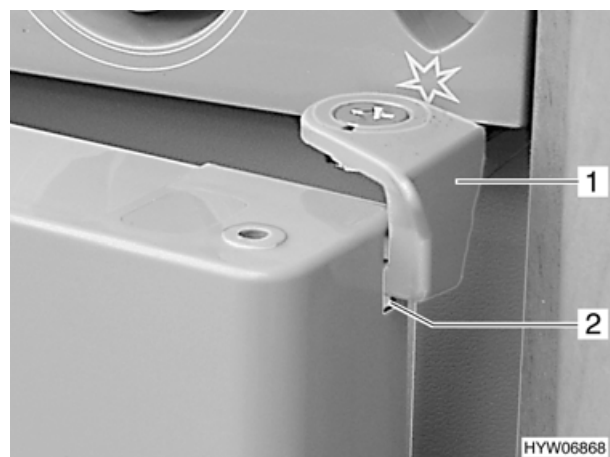

Bild 87 Kühlschranktür in Lüftungsstellung (Variante 1)
- Verriegelung (Bild 87,1) in die Kerbe (Bild 87,2) an der Kühlschranktür einrasten lassen. Die Kühlschranktür bleibt damit leicht geöffnet.